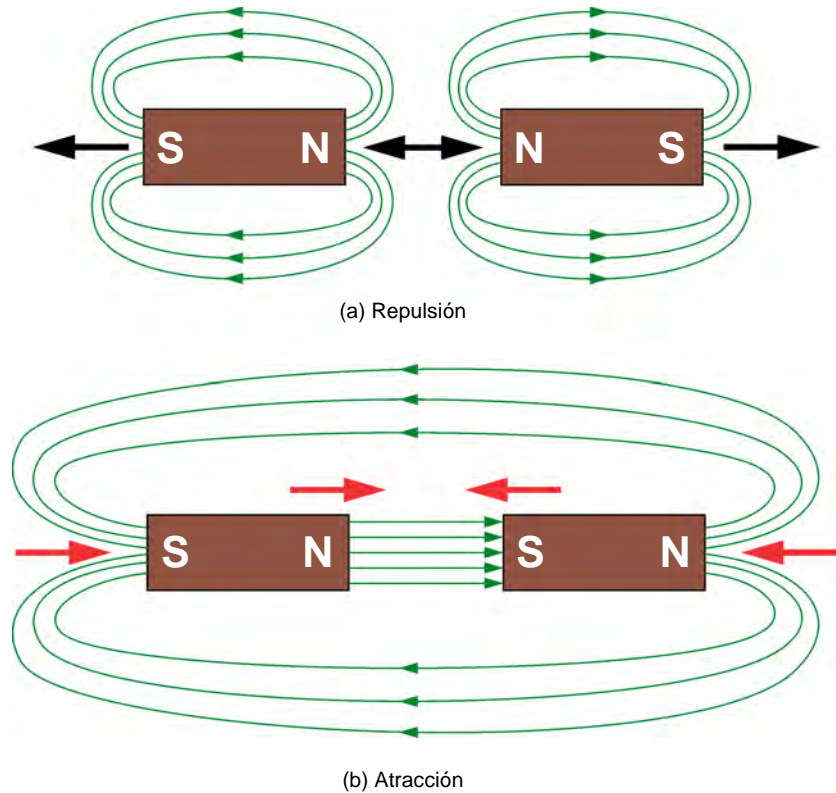

Figura 14. Los polos iguales se repelen mientras que los polos opuestos se atraen.
Los polos iguales de dos imanes se repelen mientras que sus polos opuestos se atraen, como se muestra en la figura 14.
- **Repulsión:** como se muestra en la figura 14(a), al acercar los polos iguales de dos imanes éstos se repelen.
- **Atracción:** como se muestra en la figura 14(b), al acercar los polos opuestos de dos imanes, éstos se atraen.